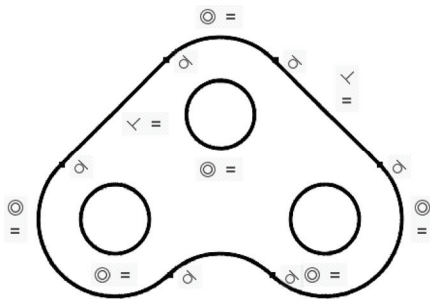

图 12-10 自动约束的结果
- 4** 在图形窗口中指定两个对角点来以窗口选择方式选择所有的图形对象，然后按〈Enter〉键，自动约束的结果如图 12-10 所示。